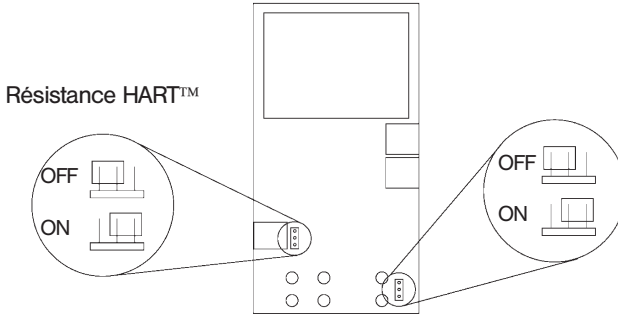

Figure 10a.
4. La figure 10a montre l'emplacement des cavaliers Hart™.